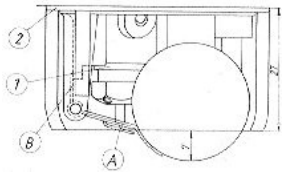

Bild 128. Schwimmerventil offen
Damit das Schwimmerventil weit genug öffnet, ist die Stellung des Anschlaghebels (B) wichtig. Das auf dem Bild 128 gezeigte Maß von 34mm (27 + 7) - gemessen von Gehäusedichtfläche bis Unterkante Schwimmer - muß ebenfalls korrekt eingestellt werden.